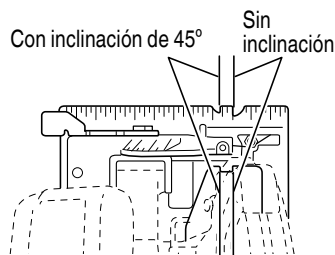

Fig. 12
1. Coloque el cuerpo de la sierra (la base) en la pieza de trabajo y, como se muestra en la Fig. 12, alinee la línea de corte prevista con la cuchilla de la sierra utilizando la ranura. Esta relación entre base y madera deberá permanecer inalterada independientemente de la inclinación de la base.
4. Inclina la sierra hacia adelante y alinee la ranura (Fig. 12) con la línea guía premarcada.